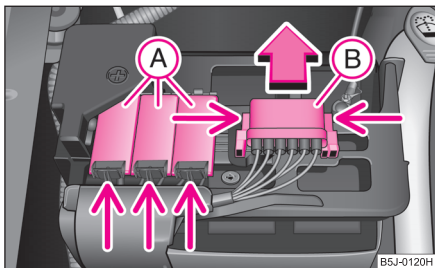

Fig. 172 Bateria: Capacul suportului de siguranțe
- Apăsați elementele de fixare ale capacului suportului de siguranțe (A) ⇒ fig. 172 și deschideți capacul.
- Concomitent apăsați elementele de fixare ale capacului suportului de siguranțe (B) și împingeți capacul în sensul indicat de săgeată.
- Unele autovehicule sunt prevăzute numai cu capacul (B) ⇒ fig. 172. ■